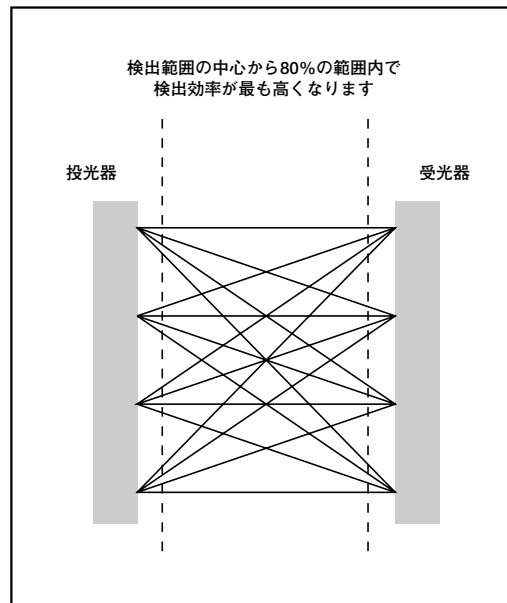

Fig.1 クロスハッチ・パターン
クロスハッチ・ビームパターンにより、LXシステムは非常に短い直径のターゲットや極端に薄い平坦な対象物(新聞紙や封筒など)を検出できます。直径が細い対象物の場合、分解能は検出範囲の正確な中心(M.O.D.S仕様参照)と、パターンの端(投受光器の正面に近い場所)で低くなります；Fig.1で示したように検出範囲の中心から80%の範囲内で検出を行う必要があります。
- 1) 最高の分解能は、検出範囲の中心から80%の範囲内で得られます (page 2のFig.1参照)。